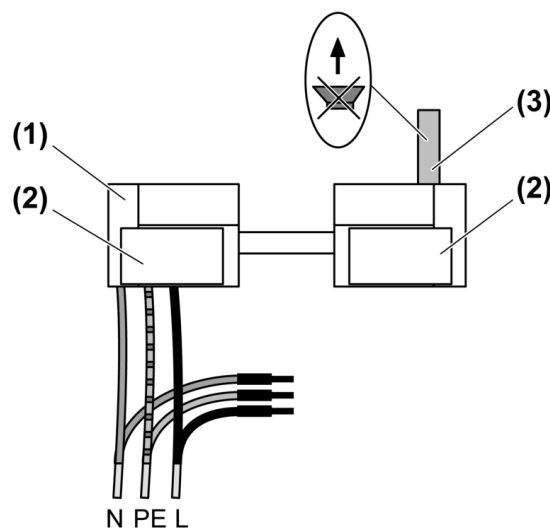

Figure 1: Conception de l'appareillage
- (1) Module de protection contre les surtensions
- (4) Prise de courant
- (5) Boîtier d'appareillage
- Retirer le film de la partie adhésive (figure 1) du module.